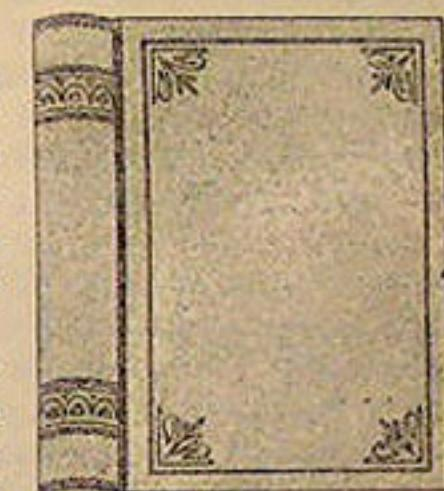

Рис. 62. Образец переплетной крышки с тиснением
**Тиснение.** Полная отделка переплетных крышек включает отпечатку на крышках и на корешке основных сведений о книге (автор, название и т. п.), а также украшение крышек и корешка тиснением рамок, полосок, углов, виньеток, силуэтов и т. п. (рис. 62).